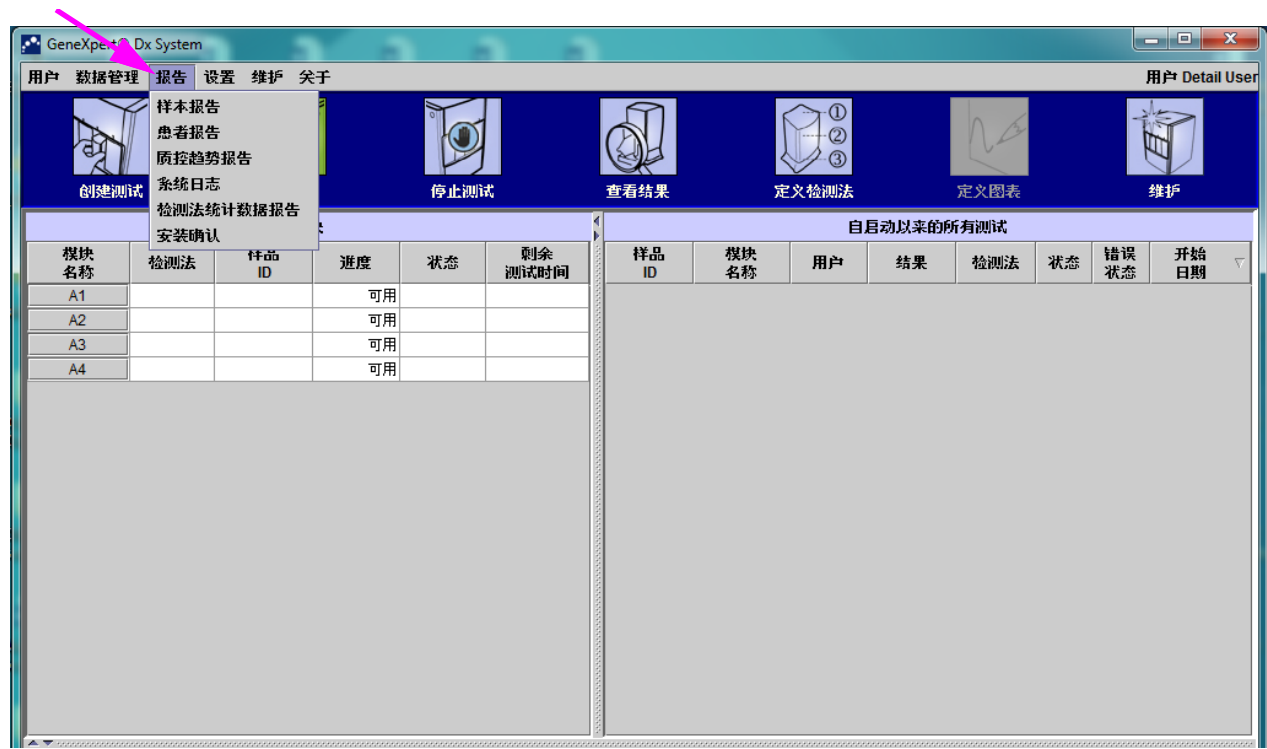
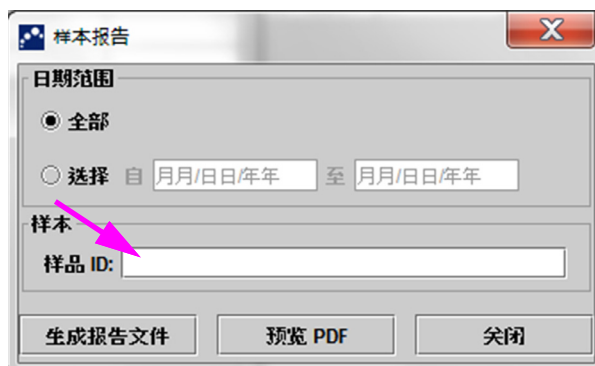
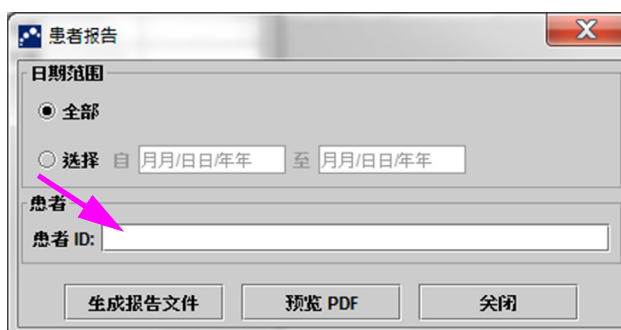

图 5-85. “GeneXpert Dx System” 窗口 — “报告” 下拉菜单
图 5-86. “样本报告”对话框
图 5-88. “患者报告”对话框
报告菜单（参见图 5-85）提供以下菜单选项：
1. 在“GeneXpert Dx System”窗口的**报告**菜单（参见图 5-85）中，单击**样本报告**。此时会出现“样本报告”对话框。参见图 5-86。
- 1) 单击“样本报告”屏幕上的**生成报告文件**按钮（参见图 5-86），以创建测试报告 PDF 文件。此时将出现“生成报告文件”对话框，可供您将文件保存到指定位置。导航到指定位置后，单击**保存**。
1. 在“GeneXpert Dx System”窗口的**报告**菜单（参见图 5-85）上，单击**患者报告**。此时会出现“患者报告”对话框。参见图 5-88。
- 1) 单击“患者报告”屏幕上的**生成报告文件**按钮（参见图 5-88），来创建报告的 PDF 文件。此时将出现“生成报告文件”对话框，可供您将文件保存到指定位置。导航到指定位置后，单击**保存**。
1. 在“GeneXpert Dx System”窗口的**报告**菜单（参见图 5-85）上，单击**检测法统计数据报告**。此时会出现“检测法统计数据报告”对话框。参见图 5-90。